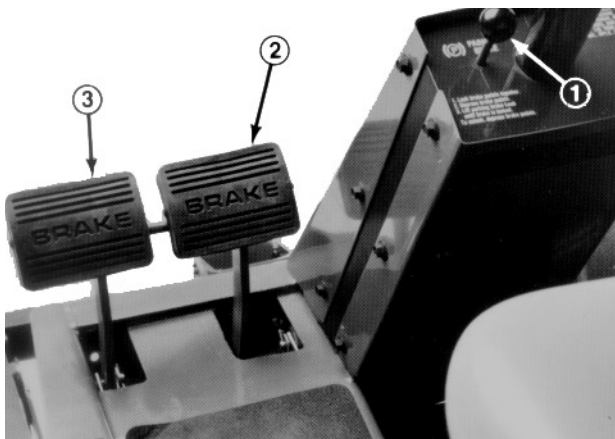
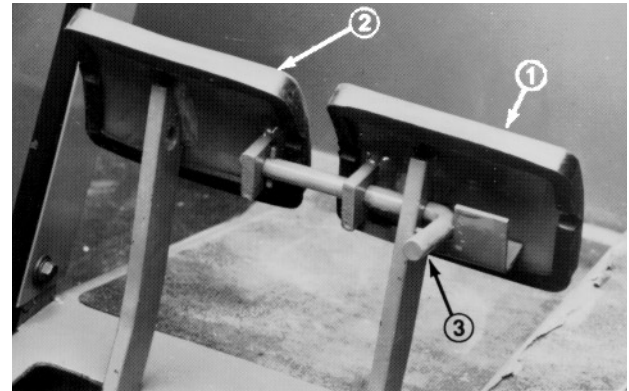

Fig. 8
Fig. 9
Servicebrems (fig. 8)—Venstre og høyre bremsepedaler er koblet til venstre og høyre forhjul. Fordi begge bremsene virker uavhengig av hverandre, kan bremsene brukes til å snu kraft eller øke fremdriften hvis et av hjulene glir i skråninger. Imidlertid kan vått eller mykt gress bli skadet hvis du snur kraft med bremsene. For å stoppe raskt trykker du inn begge bremsepedalene samtidig. Lås alltid bremsene til hverandre når fremdriftsenheten transporteres.
Parkeringsbremse—Når motoren er slått av, må parkeringsbremsen være satt på for å hindre utilsiktet bevegelse. For å sette parkeringsbremsen på skyves låsearmen (fig. 9) på venstre bremsepedal slik at den låses til høyre pedal. Skyv deretter begge pedalene helt inn og trekk parkeringsbremseknappen ut (fig. 8). Slipp pedalene. For å frigjøre parkeringsbremsen skyves begge pedalene inn til parkeringsbremseknappen går tilbake. Før motoren startes kan imidlertid låsearmen kobles fra venstre bremsepedal slik at begge pedalene virker uavhengig på hvert forhjul.
1. Forviss deg om at parkeringsbremsen er satt på, krafttuttsbryteren står i stilling AV og løftehendelen i TRANSPORT- eller FLYT-stilling (fig. 9). Ta foten av fremdriftspedalen og pass på at den står i nøytral.
2. Sett gasskontrollen (fig. 9) i stilling HURTIG.
3. Når temperaturen er under 15°C settes glødepluggbryteren i stilling PÅ (fig. 9) og holdes der som anbefalt.